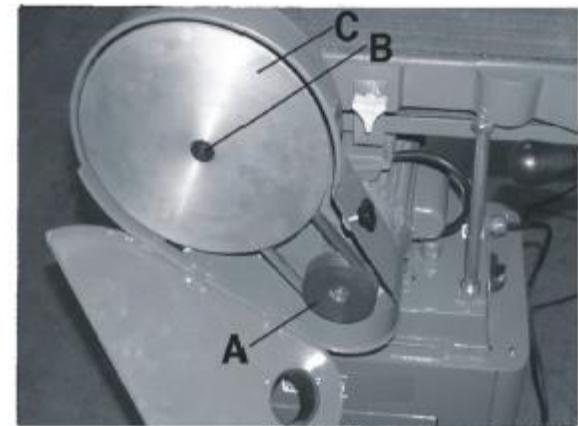

Рис. 20
3. Отвернуть и снять рукоятку фиксации крышки шлифовального диска и открыть крышку шлифовальной ленты для получения доступа к ведущему шкиву (A) двигателя, как показано на рис. 20.
6. Чтобы полностью снять клиновый ремень, следует снять алюминиевый диск. Снять шлифовальный диск с алюминиевого диска. Отвернуть винт (B), рис. 20, и снять алюминиевый диск (C) с ведущего вала шлифовального диска/ремня.